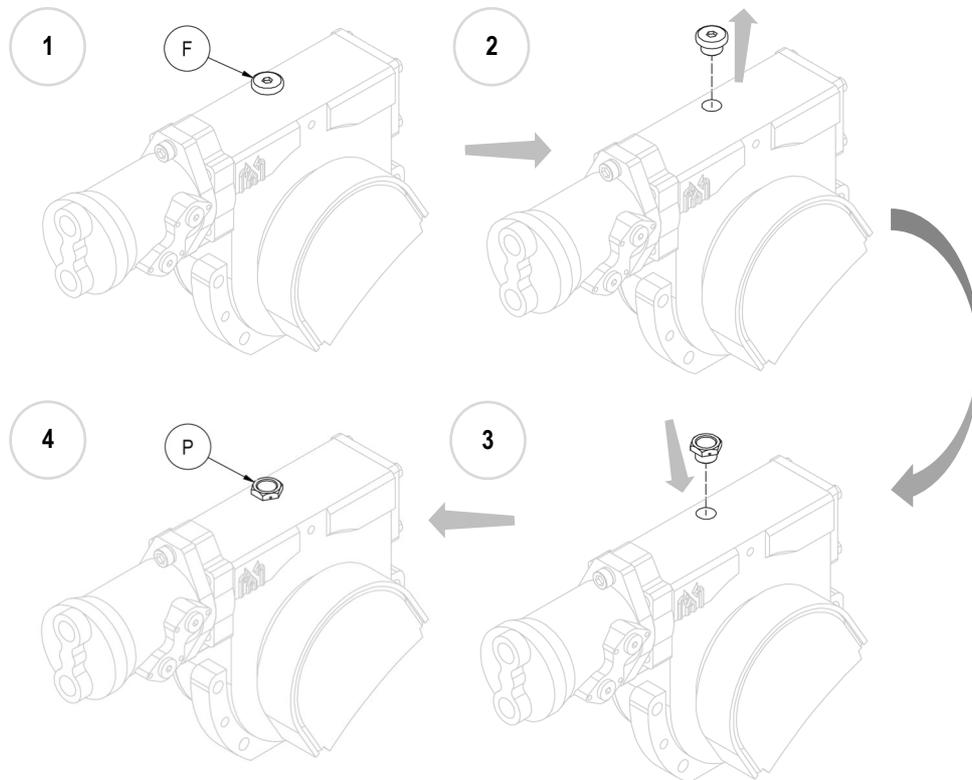

Abbildung 10
10. **Bitte beachten:** Nachdem das Gerät montiert ist, ersetzen Sie den Blindstopfen für das Ölauffüllen aus Metall (F) durch den mitgelieferten Plastikstopfen (P), der mit einer Entlüftung ausgestattet ist (siehe *Abbildung 10*).